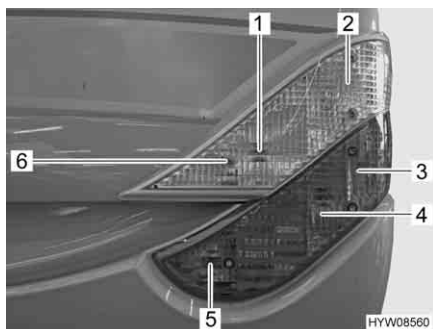

Fig. 170 Luci posteriori (lato anteriore)
- Svitare le sei viti ad esagono cavo (Fig. 170,6)